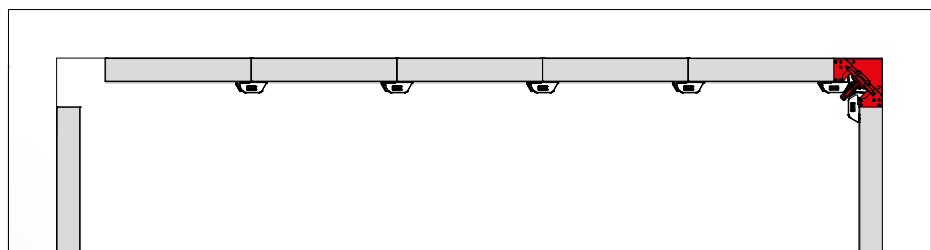

Abb. 53.3
3. ST-Ausschalecke nach oben weg ziehen und Elemente ausschalen (Abb. 53.3).